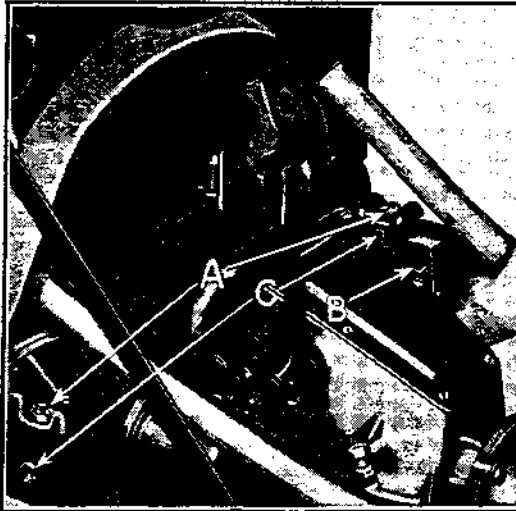
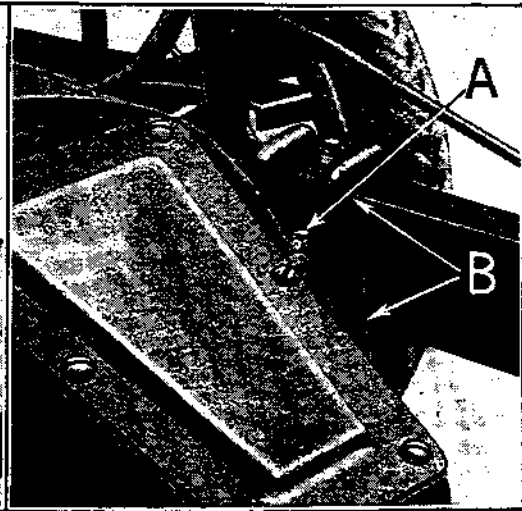

Fig. 86
Fig. 87
**98** — Monter les boulons supérieurs des pattes du carter. Passer les deux boulons supérieurs dans le châssis et les pattes du carter, serrer les écrous et les goupiller. (Voir A, fig. 86.)
**99** — Monter les blocs de calage des pattes du carter. Glisser les 2 blocs dans le profil du châssis et les mettre en place derrière les pattes du carter, en faisant concorder les trous des blocs avec les trous du châssis et des pattes. (Voir B, fig. 86.)
**100** — Monter les boulons de côté des pattes du carter. Passer les boulons de côté (voir C, fig. 86) dans le châssis, le bloc et la patte. Serrer les écrous et les goupiller. (Voir A, fig. 87.)